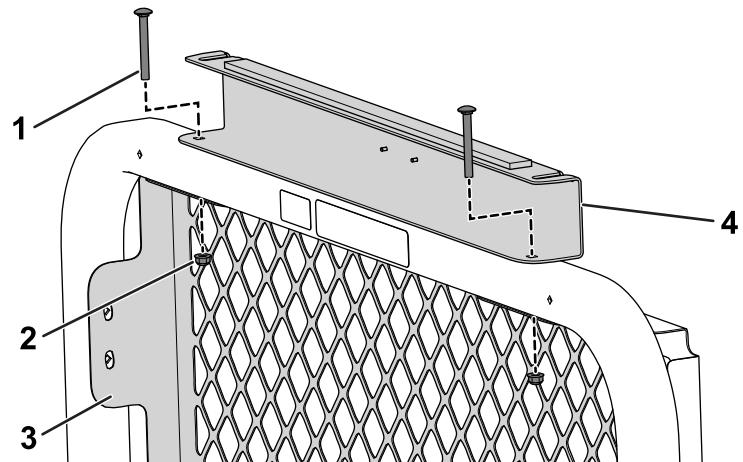

图 33
5. 使用 2 个托架螺栓 $5/16 \times 2\frac{3}{4}$  英寸和 2 个凸缘螺母 $5/16$  英寸将后顶篷支架和后滤网固定到翻车保护杆上 图 33。